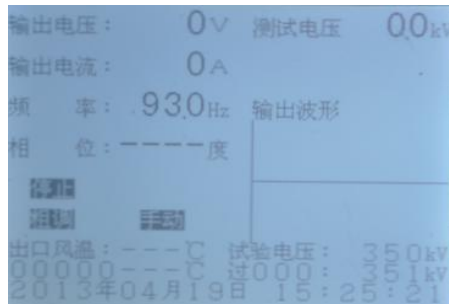

图 37 PY3520 变频电源装置调试界面图
14.1 在开启控制箱电源后，同时按动四个方向键（也就是“电压升高”、“电压降低”、“频率减小”、“频率增加”），维持三秒钟。进入了调试界面下图 37 所示。